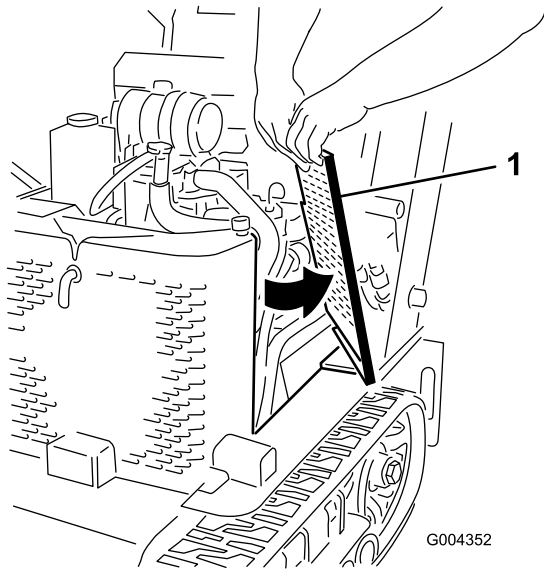

Bild 29
2. Schieben Sie die Seitengitter (Bild 29) nach oben und aus den Schlitzen im vorderen Gitter und im Rahmen.